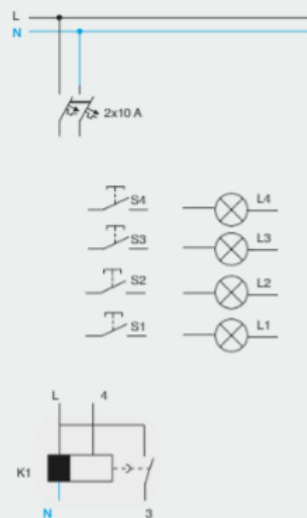
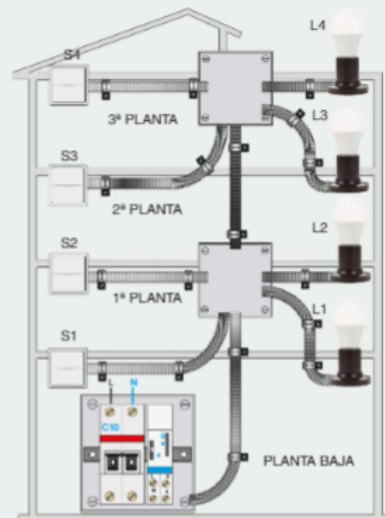

Figura 2.48. Esquema eléctrico.
Figura 2.49. Esquema de montaje.
4. Completa el esquema de la figura 2.48 y realiza el montaje sobre el panel de pruebas, tal como muestra la figura 2.49 y realiza las conexiones atendiendo al esquema que has diseñado.